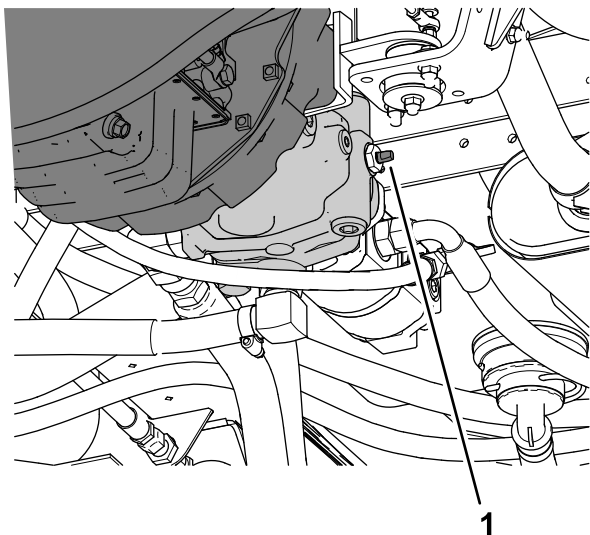

Figure 50
3. Tournez la vanne de remorquage (Figure 50) de 90° dans un sens ou dans l'autre pour l'ouvrir.